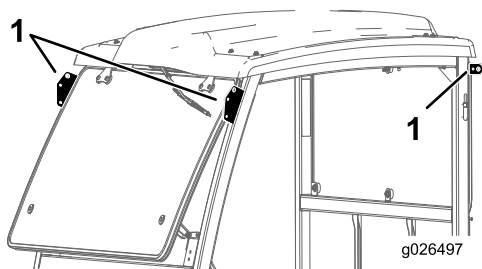

図 5
1. 吊り上げポイント部分でキャブフレームを吊り上げ、機体の上に降ろします 図 5。